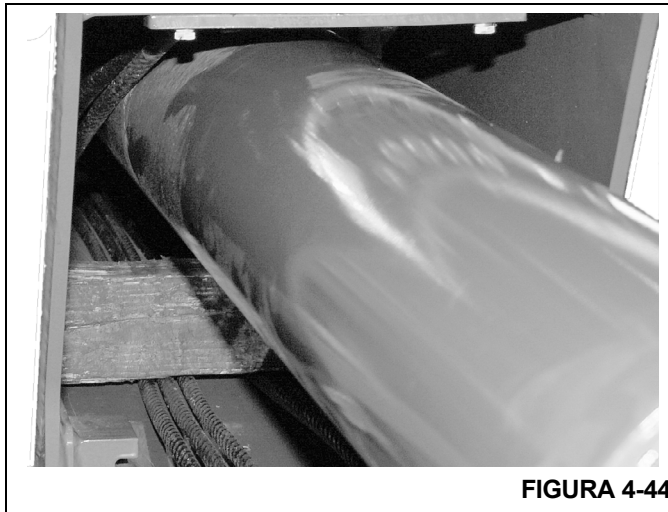

FIGURA 4-44
- 17. Coloque bloques debajo de la parte trasera del cilindro telescópico para ayudar al armado (Figura 4-44).